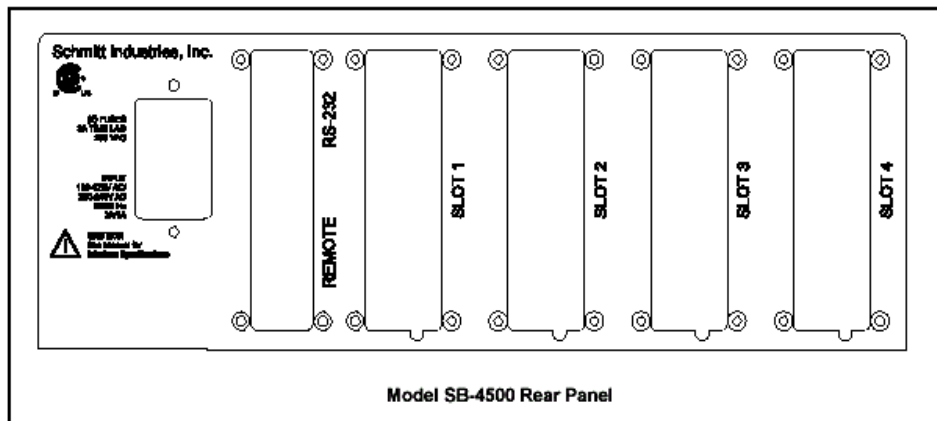

图 10
- 4) 卡槽装置：这些标号的卡槽用来安装平衡通道卡或其他功能卡，厂方已在 1 号卡槽内安装平衡通道卡，其他卡槽可用金属盖板封住。(图 10)是控制仪后部安装平衡仪卡及其他功能卡。(包括无空程、防碰撞卡)